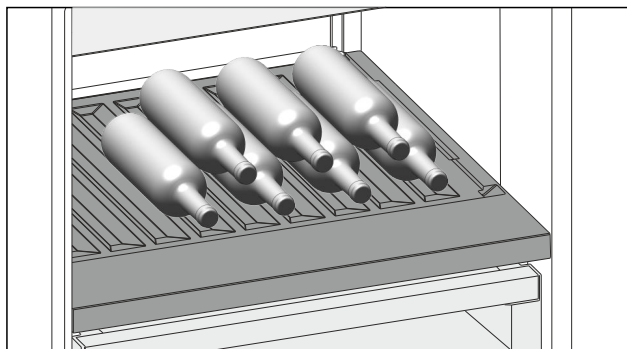

Fig. 143
- ▶ Lägg in flaskorna med botten bakåt mot bakväggen. (se *Fig. 143*)